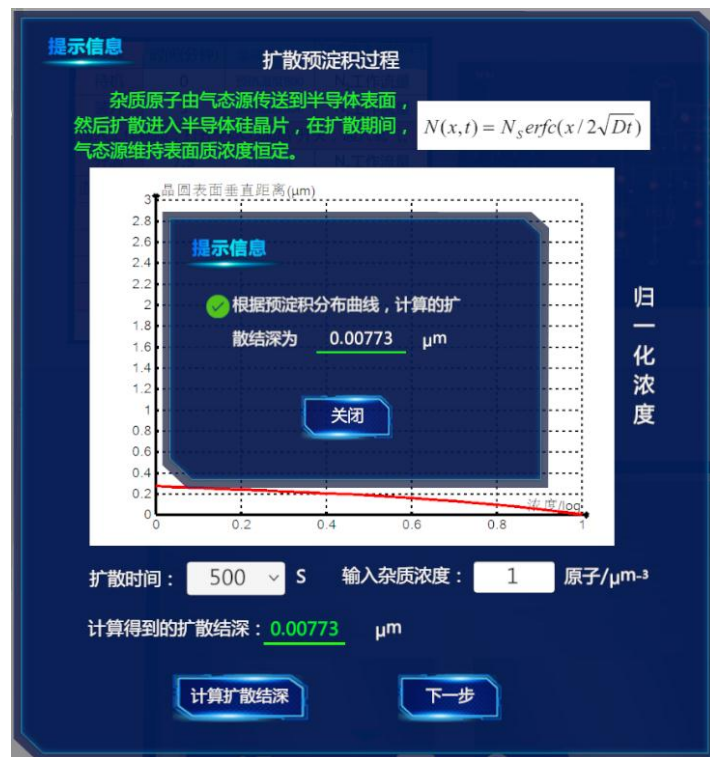

图 6-6 扩散预淀积过程
6) 选择扩散时间与杂质浓度，计算扩散结深，扩散预淀积过程如图 6-6 所示。